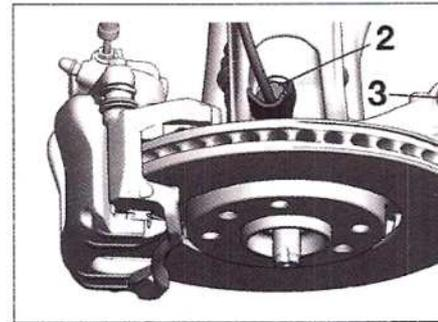

FIG. 24
- Desmontar la fijación (2) (Fig.24), su captador y la tuerca de la bieleta de dirección (3).